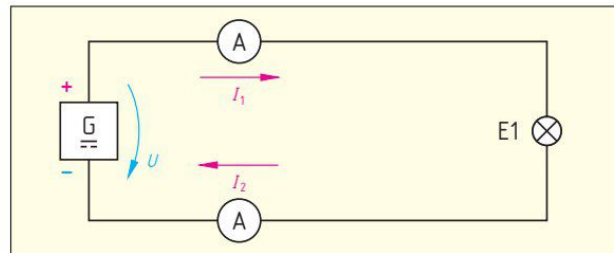

Bild 1: Strommessung
6. Die Stromstärke kann vor und nach dem Verbraucher gemessen werden (**Bild 1**). Vergleichen Sie die beiden Stromstärken I_1 und I_2 und begründen Sie die Antwort.